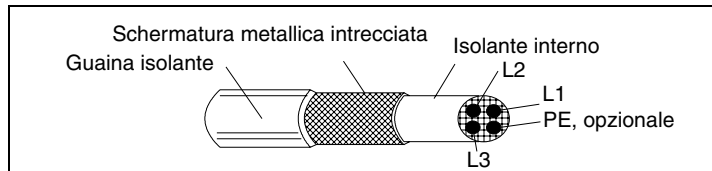

Figura 21 Efficace schermatura del cavo motore (ad esempio Öfflex-Servo-FD 780 CP, Lappkabel o cavi MCCMK, NK).
La norma generale per l'efficacia della schermatura del cavo è la seguente: migliore e più leggera è la schermatura del cavo, minore è il livello di emissioni irradiate. Un esempio di configurazione efficace è illustrato nella Figura 21.
** E' necessaria una schermatura del cavo motore efficace secondo quanto indicato nella Figura 21.
Per l'ACS 141-4K1-1 e l'ACS 143-4K1-1, è necessario un cavo come quello mostrato alla Figura 21.
Con i filtri di ingresso ACS100-FLT-C o ACS140-FLT-C, le emissioni condotte sono conformi ai limiti per la classe di distribuzione limitata nel Primo ambiente, come specificato nella norma EN 61800-3 (EN 50081-1), purché il cavo motore abbia una schermatura adeguata (vedere la Figura 21) e una lunghezza massima di 30 m.
Le lunghezze del cavo motore devono essere limitate secondo quanto specificato nella Tabella 10 e il cavo deve avere una schermatura efficace come illustrato nella Figura 21. Sul lato motore, collegare a terra la schermatura del cavo motore a 360° con passacavo EMC (es. passacavi schermati Zemrex SCG).